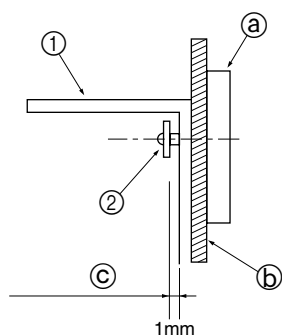

Fig. 3-4
- Först, montera fästet på väggen och spänn sedan skruven så att fästet kan glida upp och ned. (Fig. 3-4)
- ① Vältskyddsfäste
- ② Självborrande skruv